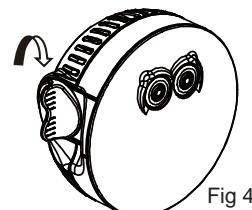

Fig 4
4. Chiudere accuratamente il coperchio del vano batterie (**1**) manualmente (vedi Fig 4).